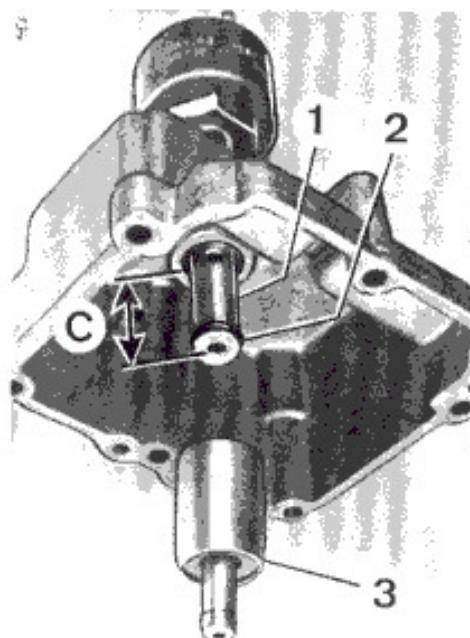

Рис. 15
## 3. ОТКЛЮЧАЮЩИЙ КЛАПАН ХХ (Рис. 15+16)
- Уплотнительное кольцо (2) на отключающем клапане ХХ смазать силиконовой смазкой, например "Molykote 33 light".
- Отключающий клапан ХХ (1) завинтить как показано на Рис. 15.